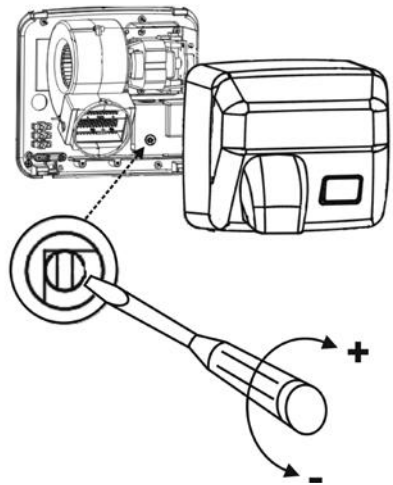

Fig. 3
- (Рисунок 3) Не снимая полностью переднюю металлическую часть, вставьте небольшую отвертку в винт регулятора чувствительности. Если прибор работает, не выключаясь, уменьшите чувствительность датчика (-). Если, напротив, прибор не регистрирует поднесенные руки, увеличьте ее (+).